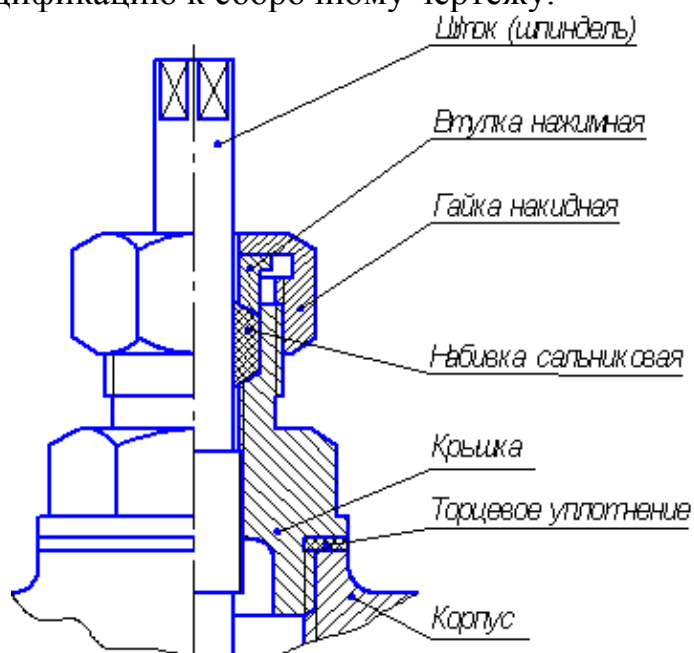

Рисунок 2.5 – Задание к теме 3.
**Задание к теме 3.** Нанести номера позиций на сборочный чертеж (рисунок 2.5.). Составить спецификацию к сборочному чертежу.